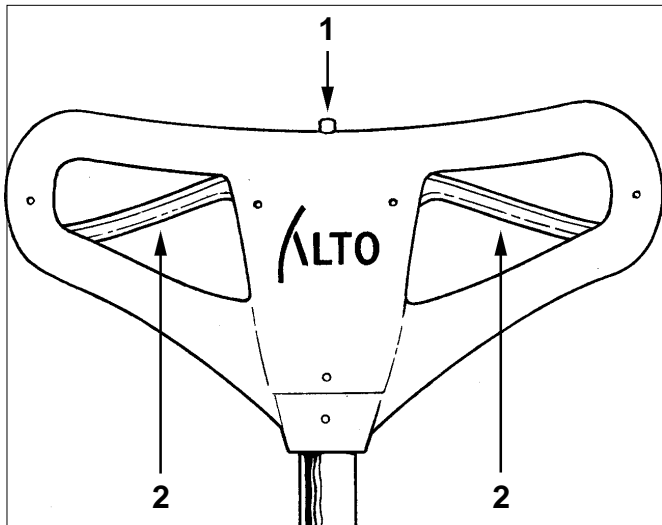

Figure 5
The switch to start and stop the machine is activated by the interlock (1) and the levers (2) under the handle grips. See Figure 5.
3. Push the interlock switch (1), and apply pressure to one of the levers (2). See Figure 5.
L'interrupteur marche/arrêt est activé par le verrou de sécurité(1) et les leviers (2) situés sous les manchons de la poignée. Voir figure 5.
3. Enfoncer le bouton du verrouillage de sécurité (1) et presser un des leviers (2). Voir figure 5.